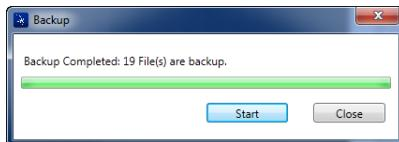

Рис. 7-27 Диалоговое окно Backup (Резервное копирование)
5. После завершения резервного копирования нажмите **Close** [Закрыть] (см. Рис. 7-27 на стр. 218).